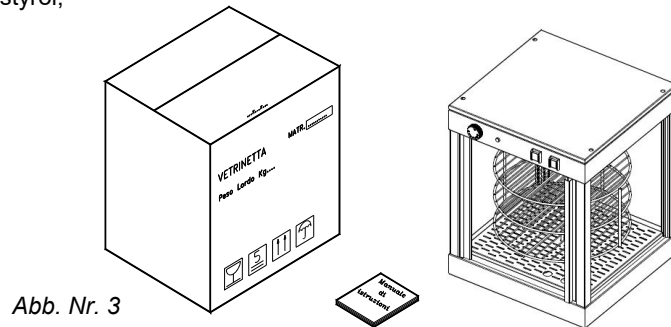

Abb. Nr. 3
3.1 - VERSAND DER VITRINE (Abb. Nr. 3)